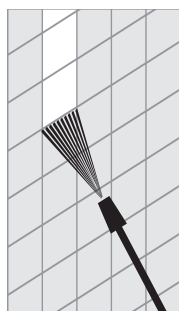

Рис. 9
> Поверните пистолет для распыления (2), чтобы расположить струю оптимальным способом (Рис. 9, 10).